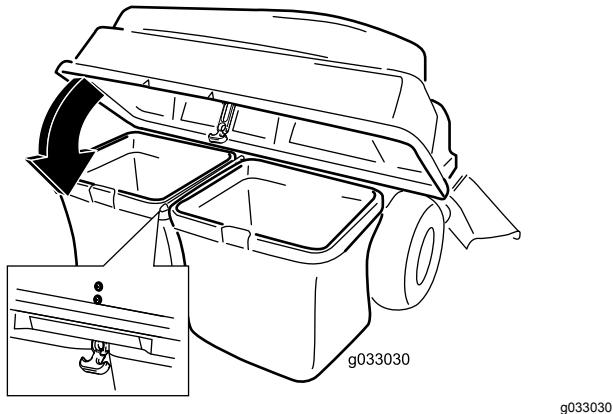

Bild 15
5. Senken Sie die Abdeckung des Heckfangsystems auf die Körbe ab (Bild 15).